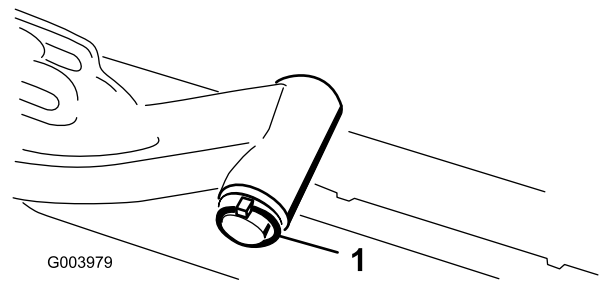

Figura 8
A. Retire el pasador de seguridad y la arandela que fijan el eje pivotante del brazo de elevación al brazo de elevación, y deslice el eje pivotante fuera del brazo de elevación (Figura 8).
C. Introduzca el eje del brazo de elevación en el brazo de elevación y fíjelo con la arandela y el pasador de seguridad (Figura 8).